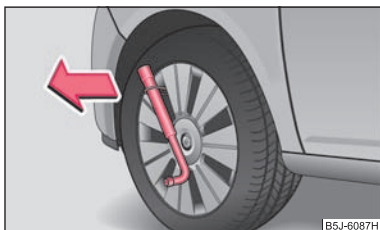

Fig. 148 Demontarea capacului de roată
- Introduceți cheia de roată prin mâner, sprijiniți cheia de roată și trageți capacul ⇒ fig. 148.